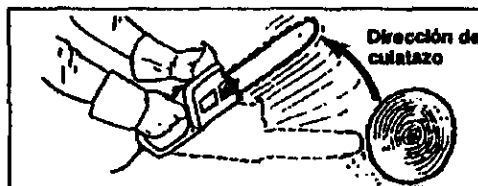

Figura 1
- Nunca permita que la punta de la barra de corte entre en contacto con objetos estando la cadena en movimiento. Figura 1.